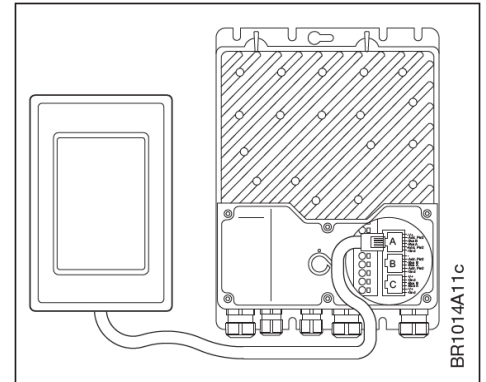

Abb. 4-1: Anschluss von Hand-Terminal HMI-35T an NI-DV
- NI-DV kann per Modbus (RJ12-Steckbuchse „A“, siehe Abb. 4-1) mit einem Hand-Terminal (H-Term oder Nachfolger HMI-35T mit Touchscreen) verbunden werden.